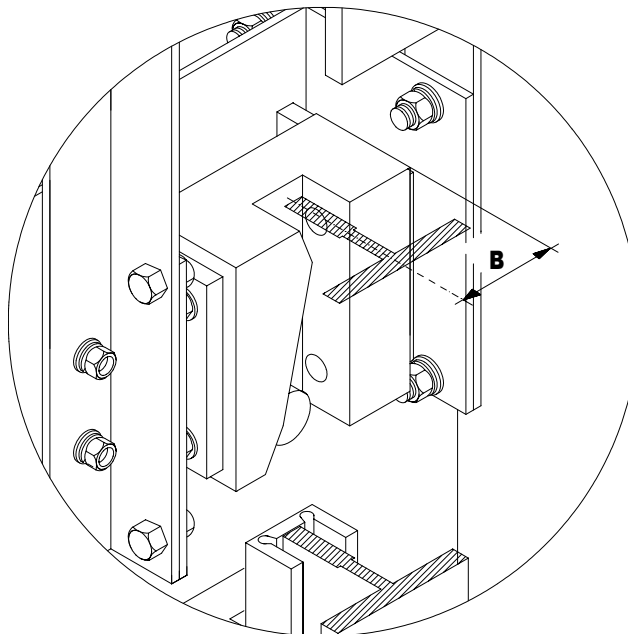

Figura 3.4 : Comprobación de la distancia al eje de guía
- 8 . Comprobar que la distancia existente entre el eje de la guía y el lateral de la caja, cota B, es la que corresponde al ancho de guía, ver figura 3.4.